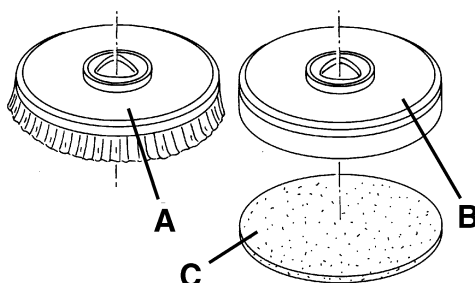

Figure 2
1. Sur la machine équipée de la tête spéciale, et les brosses (A, Fig. 2) et les plateaux support disque (B) avec disques (C) peuvent être installés, en fonction du traitement à effectuer sur le sol.
2. Introduire la clé de contact de la machine (80) et la tourner en position "I".
3. Porter au minimum le régulateur de vitesse (4), en le tournant dans le sens contraire aux aiguilles d'une montre.
4. Positionner les brosses (A) ou le plateaux support disque (B) sous la tête (18).
5. Baisser la tête sur les brosses / plateaux support disque en appuyant sur l'interrupteur (71).
6. Pour accrocher les brosses / plateaux support disque, appuyer sur le panneau de commande (3), puis le relâcher. Si besoin est, répéter la procédure jusqu'à l'accrochage des brosses / plateaux support disque.